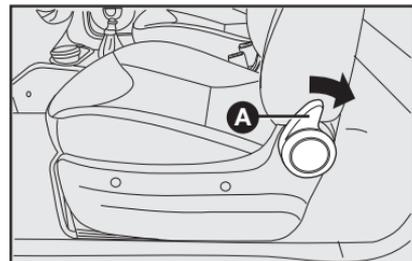

fig. 12
## ACESSO AOS BANCOS TRASEIROS (versão com 3 portas - fig. 12)
- Acionar a alavanca **A**-fig. 12 conforme a seta, mantendo-a acionada e rebater o encosto para frente até atingir o final de curso;